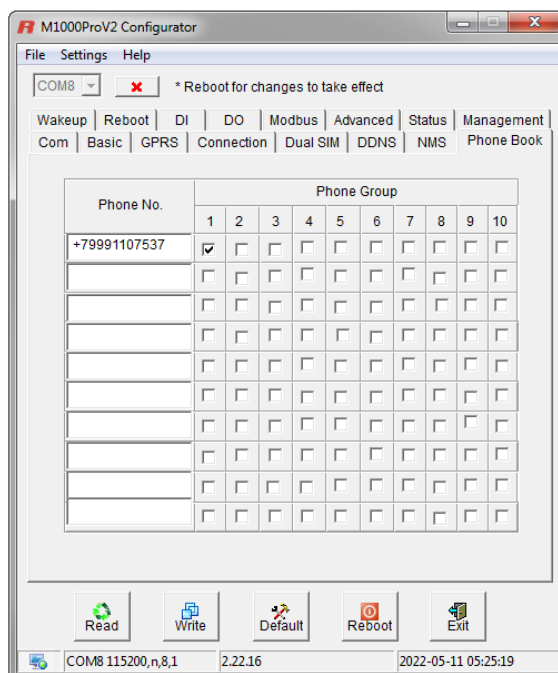

Рисунок 17
25. Во вкладке «Phone Book» (рисунок 17) задать номер телефона, на который необходимо отправлять SMS-сообщения, и установить номер группы («1»).